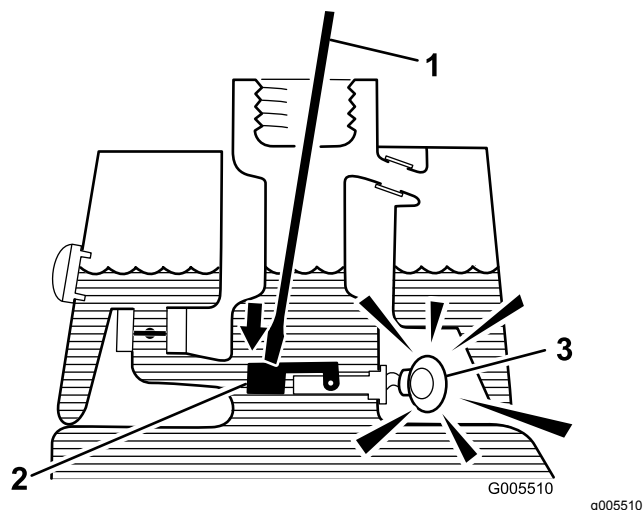

Figura 41
3. Introduzca una varilla o un destornillador limpio en el cuello del depósito y empuje hacia abajo, con cuidado, el flotador del sensor (Figura 41); debe sonar la alarma después de la demora de un segundo.